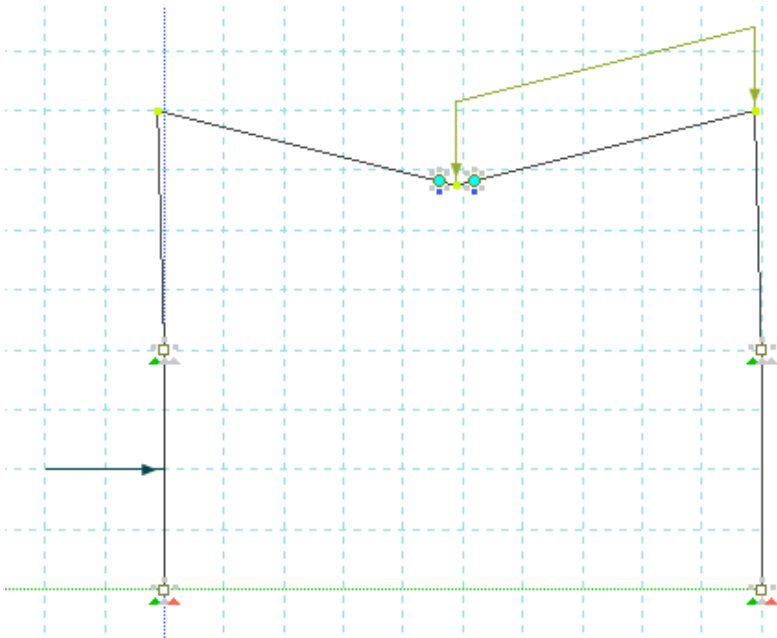

Рис. 81. Деформированная схема
14. Просмотр схемы деформирования. **Результаты ► Деформированная схема** (рис. 81).